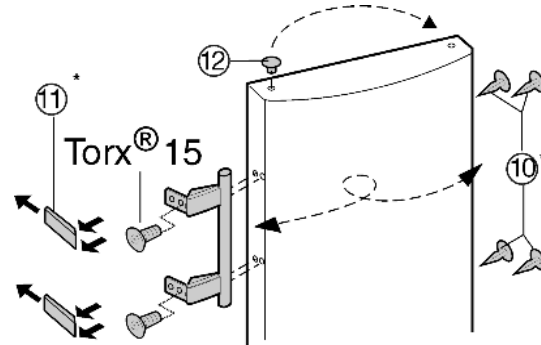

Fig. 8
- ▶ Извлеките пробку *Fig. 8 (12)* из опорной втулки дверцы и переставьте.
- ▶ Снимите и переставьте на противоположную сторону дверную ручку, пробку *Fig. 8 (10)* и прижимные пластины *Fig. 8 (11)*.